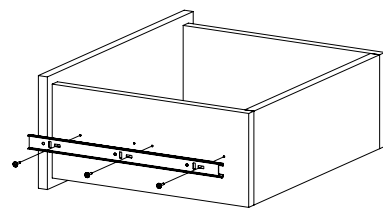

Рис.12
13. Закрепить шурупами 3,5х16 полозья направляющих на боковинах ящика (Рис.12).